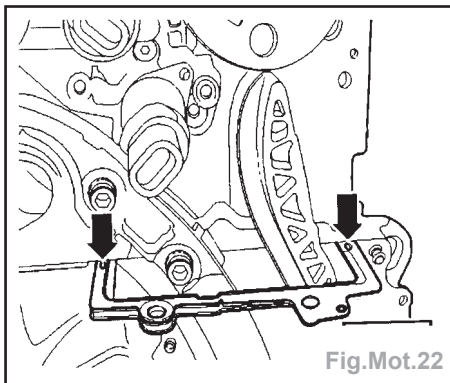

Fig.Mot.22
- Débarrasser les trous de Ø 3 mm dans le joint de culasse du produit d'étanchéité usagé (flèches) (Fig.Mot.22).